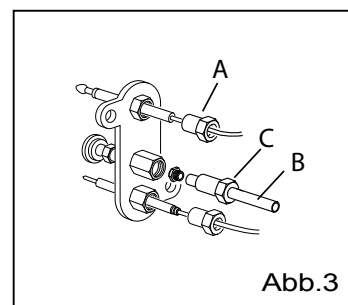

Abb.3
- Das Thermoelement vom Ventil (Abb. 2/A) und vom Zündaggregat (Abb. 3/A) abmontieren
- Das Hochspannungskabel von der Zündkerze trennen (Abb. 3/B)
- Die Mutter lösen (Abb. 3/C)
- Das Hochspannungskabel wieder anschließen (Abb. 3/B)